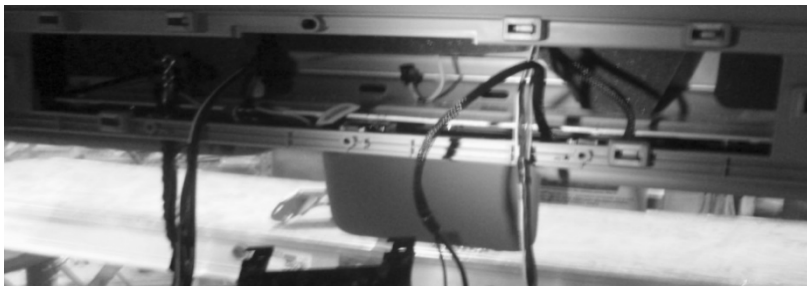

Figura 11
- a. Primero, perforo agujeros pilotos de 1/8" para los (18) agujeros marcados.
- b. Perforo los (12) agujeros de soporte central de 9/32".
- c. Perforo (1) agujero superior del soporte exterior de 9/32".
- d. Perfore los (2) agujeros inferiores del soporte exterior de 25/64".
- a. Prepare el interior para tener acceso. (vea la Figura 11)